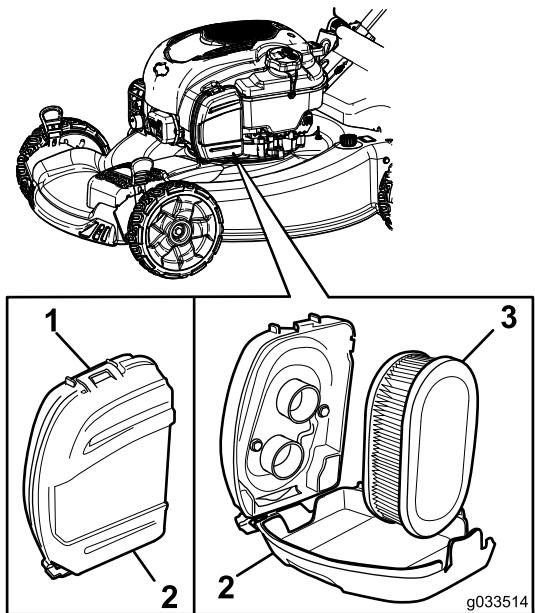

図 26
- エアフィルタカバー上部のクリップを外す図 26。
- エアフィルタを取り外す(図 26)。